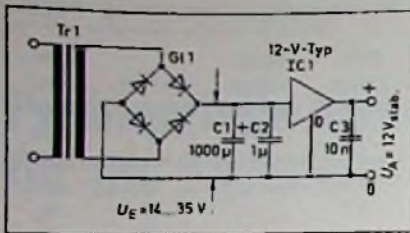

Bild 1: Grundschialtung mit Festspannungsregler
Die Grundschialtung einer Stromversorgung mit einem Festspannungsregler zeigt Bild 1. Die meisten Festspannungsregler haben nur drei Anschlüsse, die hier mit Eingang (E) für die unregelte Eingangsgleichspannung  $U_E$ , mit Ausgang (A) für die geregelte und stabilisierte Ausgangsspannung  $U_A$  und mit Masse (0) für den Regler- und Spannungsbezugspunkt gekennzeichnet sind. In dieser Grundschialtung sind keine weiteren Bauelemente als Netztransformator Tr 1, Gleichrichter G1 1 und Ladekondensator C 1 erforderlich. Allenfalls können die Kondensatoren C 2 und C 3 eingeführt werden. C 2 wirkt als Sleglied für hoch- und niederfrequente Störsignale, die bei langen Gleichspannungsleitungen eingestrahlt werden können. C 3 dient zur Unterdrückung der Selbsterregungsneigung der Reglerschialtung. Die angegebenen Werte für C 2 (1  $\mu$ F) und für C 3 (10 nF) sind nur als Kenngrößen zu verstehen. Allgemein setzt man für C 2 Werte zwischen 0,1 und 10  $\mu$ F und für C 3 Werte zwischen 1 nF und 1  $\mu$ F ein. Die Kondensatoren müssen induktionsarm sein. Bei Verwendung eines Festspannungsreglers IC 1 mit einer Ausgangsspannung von 12 V erhält man bei Eingangsspannungen  $U_E$  von mindestens 14 V bis maximal 35 V eine konstante Ausgangsspannung  $U_A$  von 12 V, die kurzschlußfest ist.